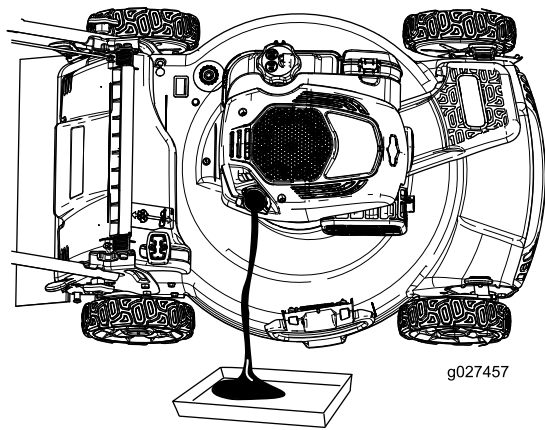

Figuur 25
- Verwijder de peilstok door de dop linksom te draaien en eruit te trekken (Figuur 25).
10. Lees het oliepeil af van de peilstok (Figuur 25).